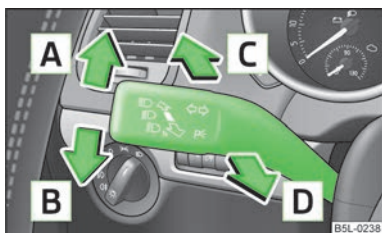

Fig. 29
- Presionar la palanca » **fig. 29** hacia arriba **A** o hacia abajo **B**.